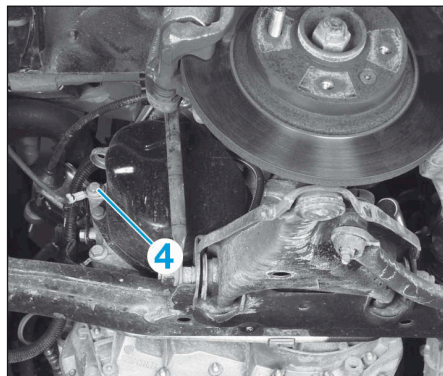

FIG.57
- Déposer la vis (4) de la masse sur la boîte de vitesses (Fig.57).